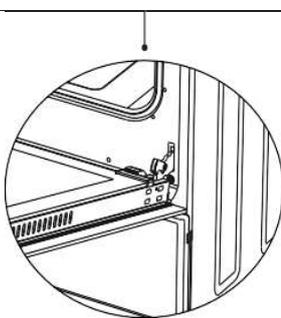

Figure 8.2
Amenez le verrou de charnière au plus grand angle (**Figure 8.2**) et positionnez les deux charnières vers la même position en approchant la porte du four vers le four.
3. Procédez ensuite à l'opération de déverrouillage en soulevant les petits crochets à l'aide d'un tournevis (figure 8.2).